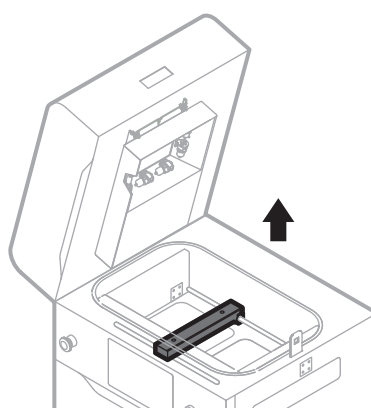

Abb. 2 Entfernen der Abdeckung.
7. Nimm die schwarze Abdeckung gemächlich heraus (Abb. 2).